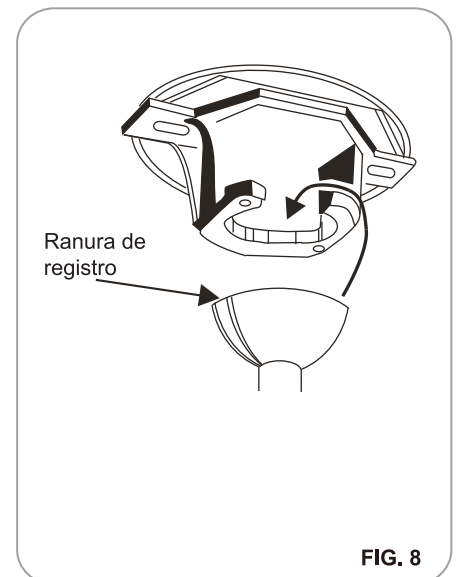

FIG. 8
Paso 6. Levante el conjunto del motor del ventilador en la posición, y coloque la bola de suspensión en el soporte de montaje. Gire el conjunto del motor del ventilador hasta que la ranura de prueba estén en la ranura de registro y lo coloque firmemente.(Fig.8) Debe girar la varilla en caso de falla operación.